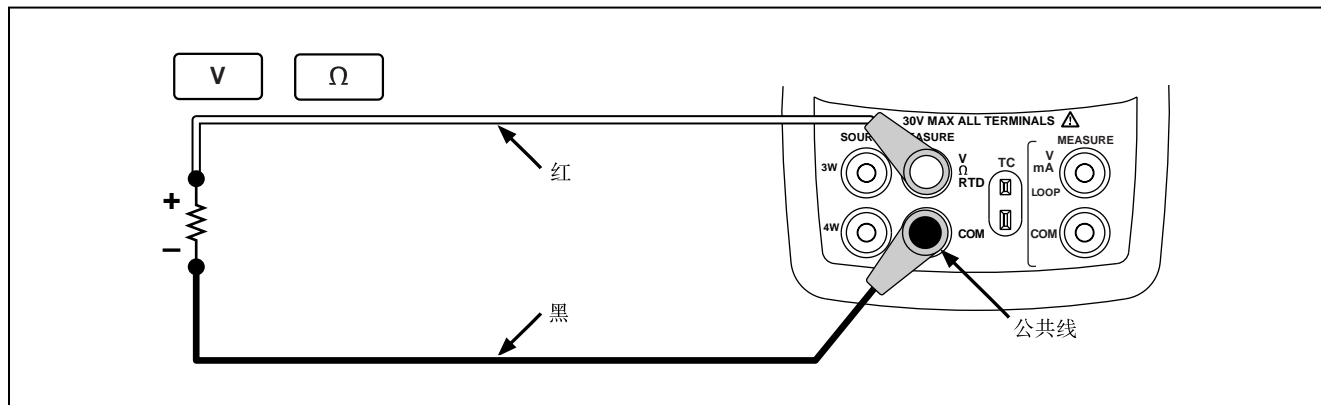

图 12. 输出 (Sourcing) 模式的连接
1. 根据校准仪的输出功能, 按图12连接测试线。
小插头的一个脚比另一个宽。切勿强制把小插头插入。图 12 是连接图。